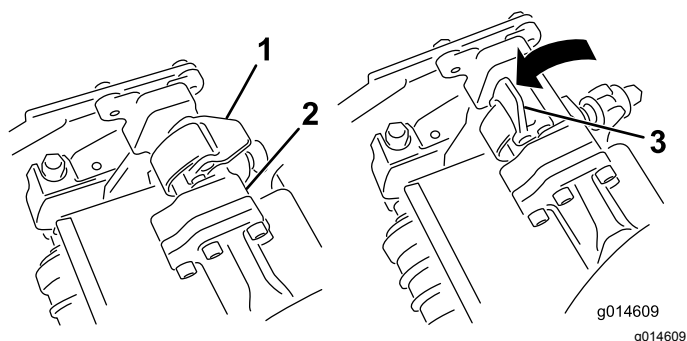
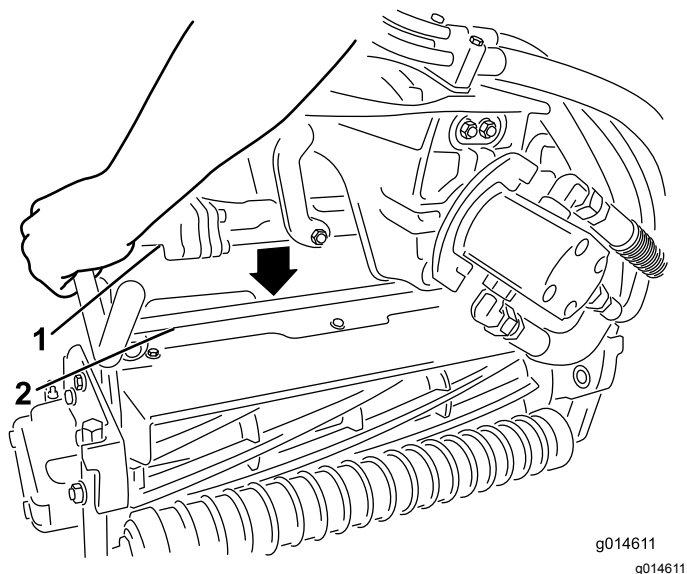

Figura 36
Figura 37
4. Com os fechos na barra do braço de suspensão a apontar para cima (i.e. abertos) (Figura 36), empurre o braço de suspensão para baixo de forma a que a barra passe pela barra através da parte superior da unidade de corte (Figura 37).
5. Feche os fechos para baixo e em redor da barra da unidade de corte e bloqueie-os no sítio (Figura 36).
- Abra os fechos na barra do braço de suspensão da unidade de corte que está a remover (Figura 36).